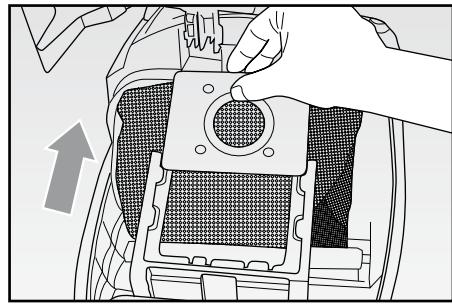

Fig. 9
- Estrarre il sacchetto, prestando attenzione a non strapparlo, fare scivolare la parte di cartone rigida o in plastica nel caso di sacchetto in tessuto, nelle apposite guide (FIG. 9). Gettarlo nel bidone della spazzatura nel caso di sacchetto in carta, oppure svuotarlo ed eventualmente lavarlo con acqua e detergente neutro nel caso di sacchetto in tessuto.